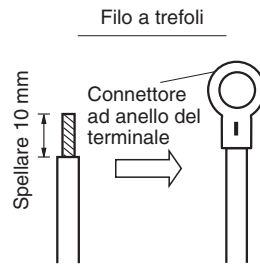
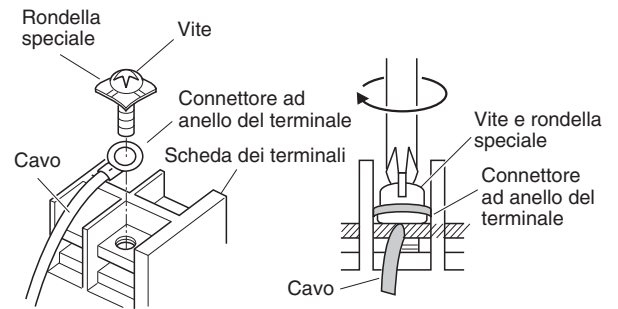

Fig. 4-7
Fig. 4-8
- (1) Asportare circa 10 mm di guaina isolante dall'estremità del cavo per esporre i fili, i quali andranno quindi attorcigliati. (Fig. 4-7)
- (2) Con un cacciavite a croce rimuovere la o le viti dalla scheda dei terminali.
- (3) Con una pinza o altro attrezzo adeguato fissare bene l'estremità spellata del cavo al terminale ad anello.
- (4) Applicare il terminale ad anello, quindi rimettere in posizione e serrare la vite terminale rimossa usando un cacciavite. (Fig. 4-8)